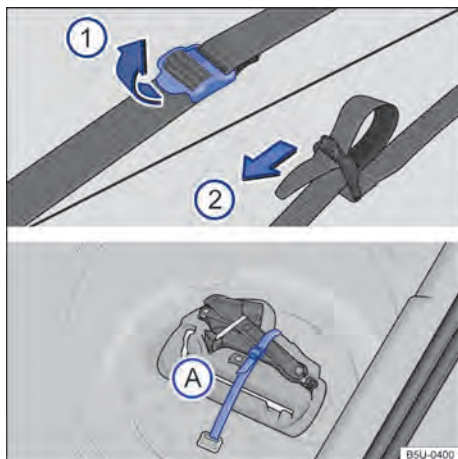

Fig. 148 No compartimento de bagagem: cinta de fixação da caixa de ferramentas e caixa de ferramentas de bordo.
Para soltar a cinta de fixação → Fig. 148 (A), puxar a fivela no sentido da seta (1).